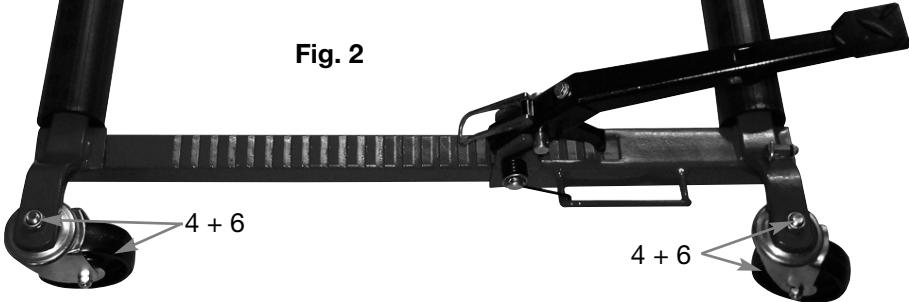

Fig. 3
4. Duw het manoeuvreerhulpmiddel in de richting van de band waar de rollen van de basispootconstructies over de band heen staan en het midden van de band in lijn ligt met het midden van elke rol (**Fig. 3**).
9. Draai de vergrendeling (9) (**Fig. 3**) naar voren in de richting van het voetpedaal en blijf dan het voetpedaal activeren totdat de rollen van de basispootconstructies de omtrek van de band vrijmaken. Verwijder de manoeuvreerhulp.